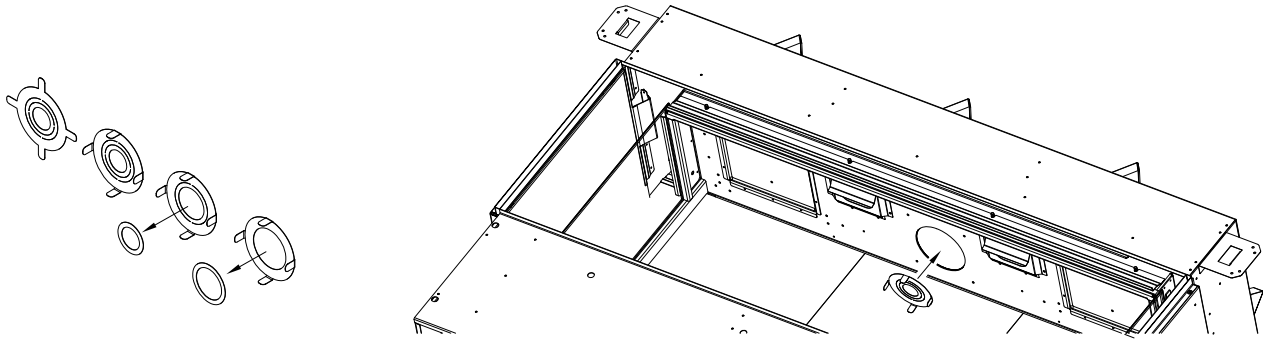

Figure 10.4 - Installation de la plaque de restriction d'évacuation
Les terminaisons verticales peuvent créer des flammes actives et compactes. Si ce n'est pas l'apparence souhaitée, la plaque de restriction peut devoir être installée ou modifiée après l'installation du conduit d'évacuation. L'accès à la sortie d'évacuation peut se faire par le déflecteur d'évacuation du foyer. Voir la Figure 10.4.
- 3. Insérez la plaque de restriction dans le conduit d'évacuation de 5 po (127 mm), en dirigeant les pattes vers le bas, tel que montré à la Figure 10.4.
- 4. Insérez la plaque de restriction dans le conduit d'évacuation de 5 po (127 mm), en dirigeant les pattes vers le bas, tel que montré à la Figure 10.4.